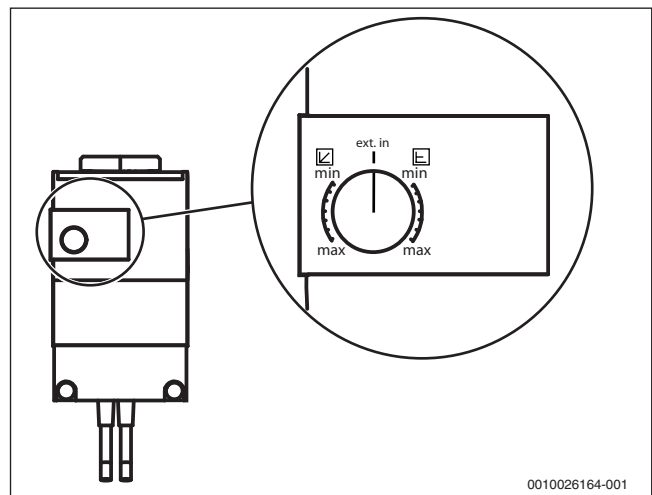

Bild 11 Einstellungen an der primären Heizkreispumpe
- Die primäre Heizkreispumpe ist werkseitig auf den Wert **ext. in** eingestellt (→ Bild 11). Diese Einstellung darf nicht verändert werden. Die Pumpensteuerung erfolgt über das Regelgerät HMC10-1.